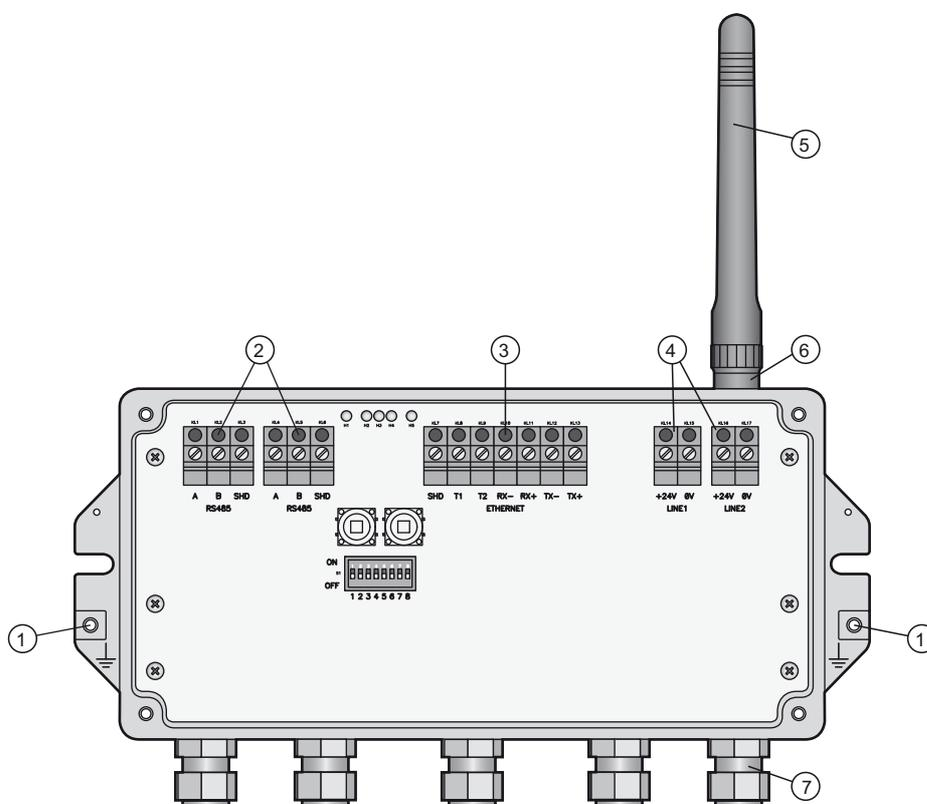

Рис. 5-1: Подключения и интерфейсы
2. Плотно вверните антенну в гнездо для антенны на устройстве. См. рисунок 5-1 на стр. 21, поз. 6.
5. Подсоедините силовую кабель 24 В пост. тока к первому соединению питания (LINE 1), соблюдая полярность. См. рисунок 5-1 на стр. 21.